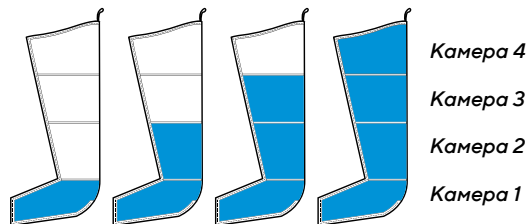

Рисунок 1 — Режим наддувания Sequential (последовательный).
- Применяется направленный массаж, который начинается у основания обрабатываемой зоны и продвигается вверх по направлению к туловищу, а затем отпускается. (см. рис. 1)